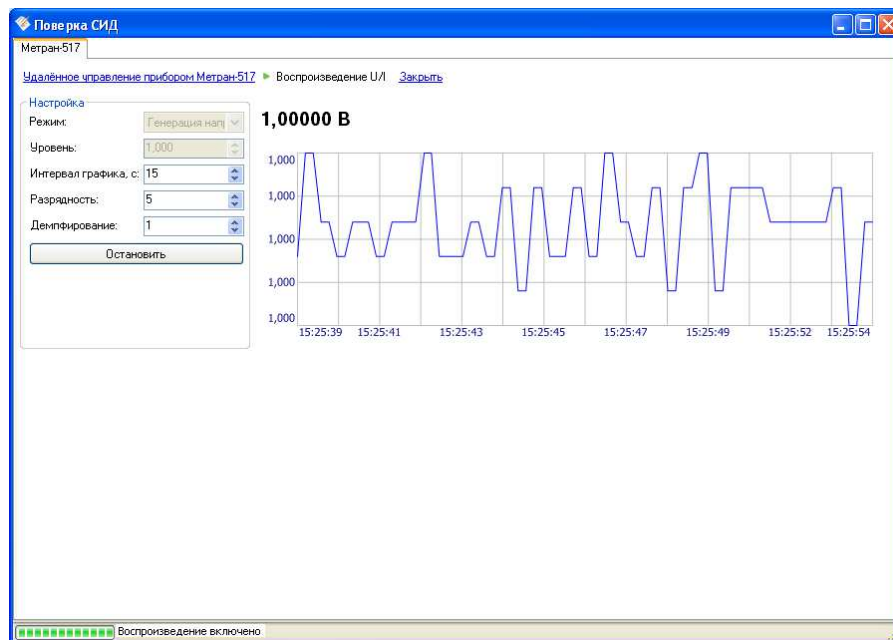

Рисунок 4.69 – Режим генерации электрических сигналов
- Воспроизведение (см. Рисунок 4.69);
Программа в режиме «Воспроизведение» позволяет воспроизводить электрические сигналы (напряжение и ток). В окне программы расположены следующие компоненты (см. Рисунок 4.69):